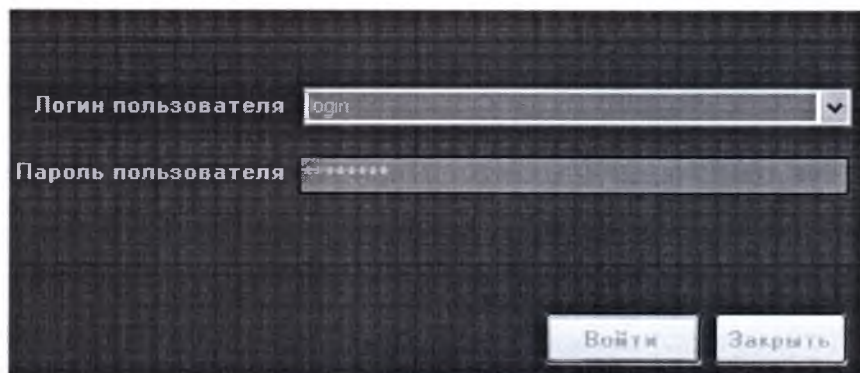

Рисунок 4.3 – Окно авторизации пользователя
В окне авторизации содержатся поля для ввода имени и пароля учетной записи пользователя. Поле «Логин пользователя» помимо ввода данных с клавиатуры поддерживает также выбор имени пользователя из выпадающего списка, который содержит имена всех зарегистрированных пользователей (см. Рисунок 4.3).
2. В поле «Пароль» введите пароль пользователя. В целях обеспечения безопасности символы пароля в окне не печатаются, а заменяются знаками «\*» (см. Рисунок 4.3).
1. Нажмите на кнопку закрытия окна программы . Программа выведет на экран окно авторизации (см. Рисунок 4.3).